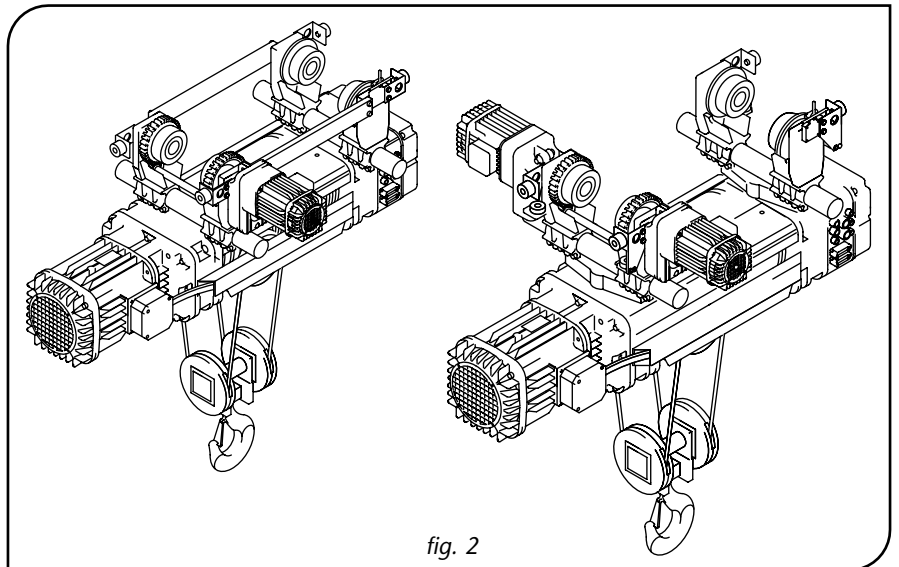

fig. 2
- **Avec chariot monorail à commande électrique, type DST/N/S:** (figure 2)